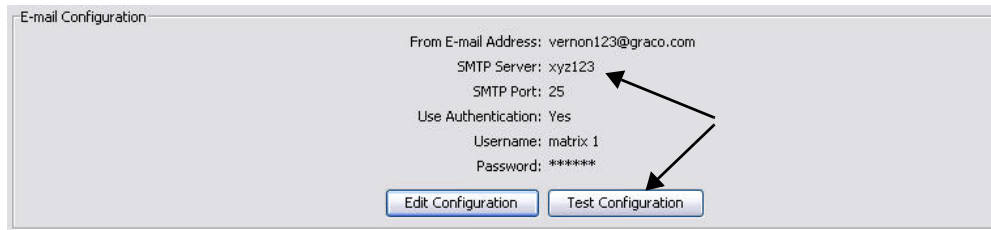

FIG. 138
1. Para verificar que la información de correo electrónico saliente que ha configurado en la pantalla Configuración de correo electrónico es correcta, haga clic en el botón Probar configuración (FIG. 138).